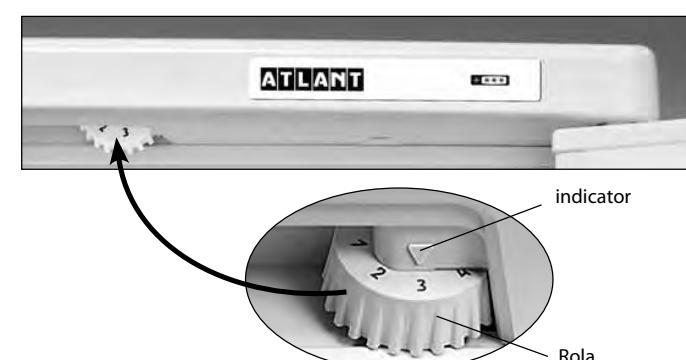

Figura 3 – Controlul temperaturii
1.5 Organ de regulare a temperaturii în conformitate cu figura 3 este rolul de regulare a temperaturii (în continuare – rol). Rolul se roteste în sensul acelor de ceasornic și invers acelor de ceasornic și are diviziuni cu cifre notate și se instalează la diviziunea selectată. Diviziunea cu marcajul „1” corespunde temperaturii cea mai ridicată (răcirea cea mai mică) în camera, la diviziunea „7” – cea mai joasă (cea mai mare racire). Diviziunea rolului trebuie instalată sub indicator la regularea temperaturii.
Deschideți ușa SF și setați rolul la diviziunea „2.” Închideți ușa SF. Pe viitor, pentru a selecta temperatură optimă pentru depozitarea alimentelor în secțiune trebuie regulați temperaturile cu ajutorul rolului, așa cum se arată în figura 3. În cazul în care, după regulare sau în urma schimbării condițiilor de exploatare, compresorul a început să lucreze continuu, este necesar de a rota lent rolul în direcția de micsorare până la un clic a regulatorului de temperatură. După regulare, temperatura în frigidier se menține în mod automat.